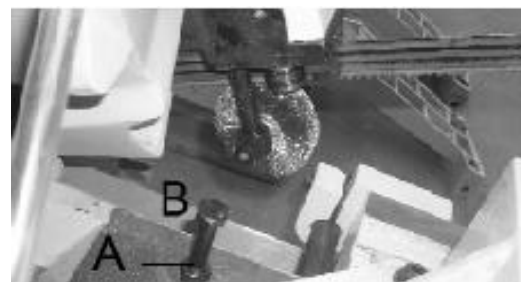

Рис. 4
Если необходима регулировка, ослабьте стопорную гайку (A), рис.4. И поворачивайте стопорный винт (B) внутрь или наружу до тех пор, пока не будет произведена правильная регулировка. Затем затяните стопорную гайку (A).